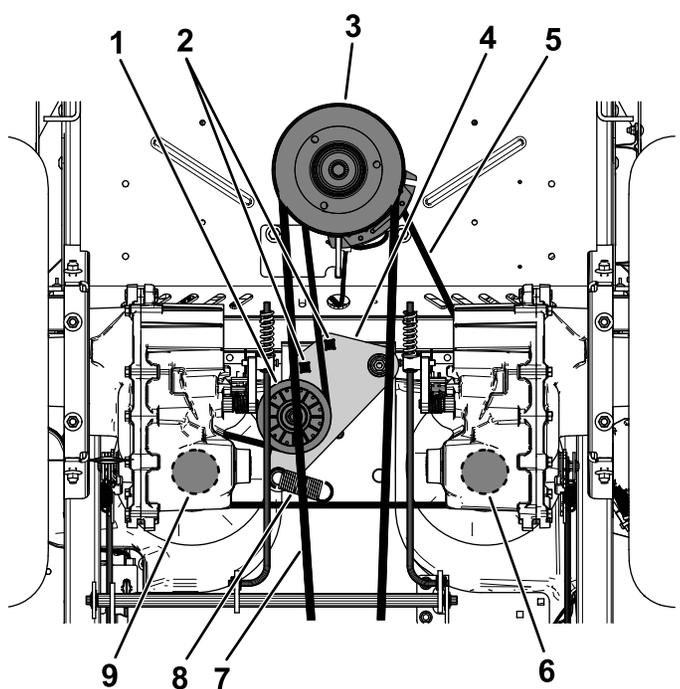

Рисунок 60
5. Вставьте ключ с храповым механизмом на  $\frac{1}{2}$  дюйма или монтировку в одно из квадратных отверстий рычага натяжного ролика, чтобы снять натяжение с пружины натяжного ролика (Рисунок 60).
6. Снимите имеющийся ремень с натяжного ролика, 2 шкивов привода гидравлических насосов и шкива двигателя (Рисунок 60).
7. Проложите новый ремень вокруг натяжного ролика, шкива двигателя и 2 шкивов гидравлических насосов (Рисунок 60).